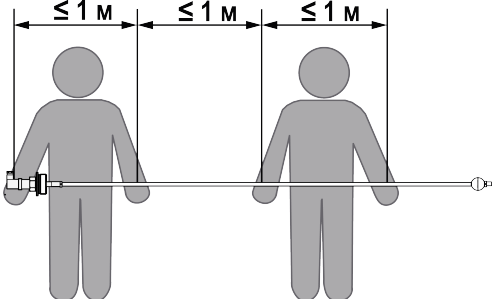

Рисунок 4.1 – Перемещение датчика длиной более 2 м
- датчик длиной более 2 м извлекают из упаковки и переносят два человека: одной рукой следует удерживать датчик за металлический фланец корпуса, а далее поддерживать трубку арматуры через каждый 1 м (см. *рисунок 4.1*).